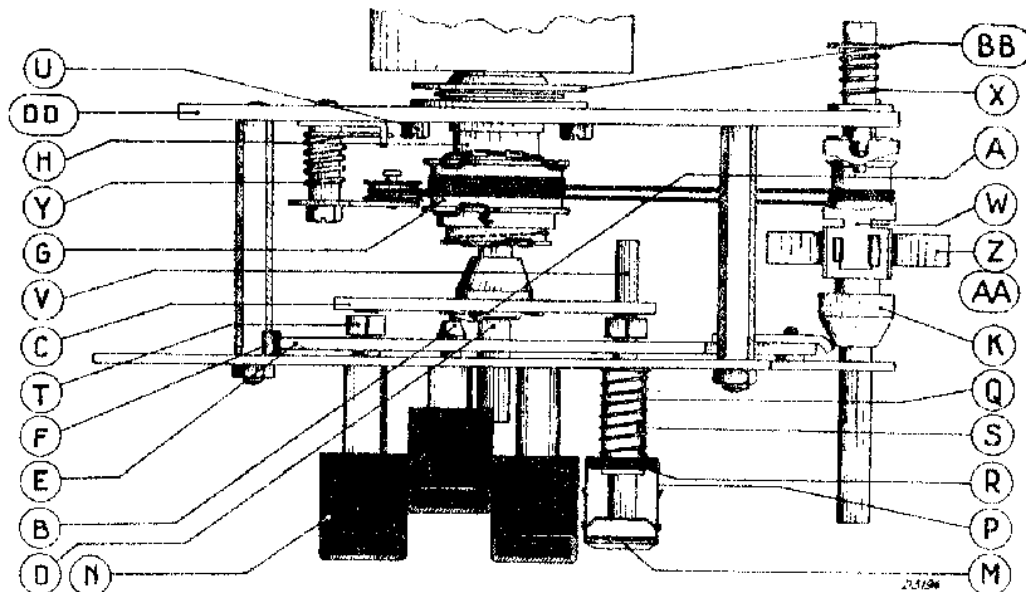

Fig. 8
(zie fig. 8).**A. Sierkapje (N).**
5. Voorplaat wegnemen, waarbij gelet moet worden op het veertje F (fig. 8).
4. Vorkje onder in de variabele condensator grijpt niet goed om het vorkje dat bevestigd is aan de holle as H. (fig. 8). Zie onder „Variabele condensator uitwisselen”.